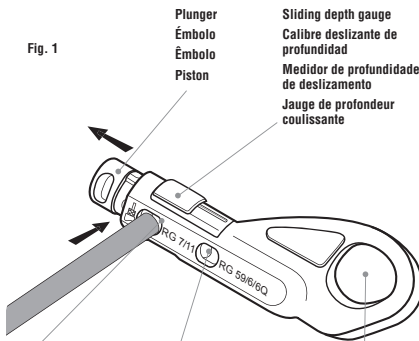

Fig. 1
1. For a 2-level coaxial preparation of 1/4" x 5/16" (6.4 mm x 7.9mm), slide depth gauge to stripping nest (Fig. 1).
2. Comfortably grip tool with depth gauge facing the inside of your hand (Fig. 1).
1. Para preparar el cable coaxial de nivel 2 de 5/16" x 1/4", deslice el calibre de profundidad hacia la cavidad peladora (Fig. 1).
2. Agarre cómodamente la herramienta con el calibre de profundidad hacia el interior de su mano (Fig. 1).